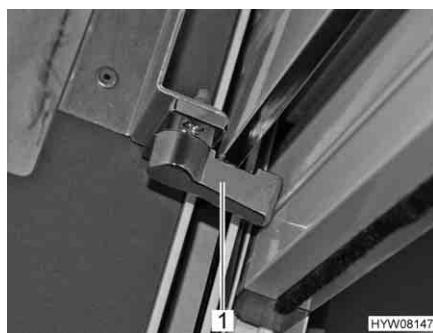

Fig. 49 Chiusura di sicurezza oscurante a rullo
Chiusura: ■ Sui entrambi i lati, ruotare spingendo in avanti la chiusura di sicurezza (Fig. 49,1).
- Sui entrambi i lati, ruotare spingendo indietro (Fig. 49) la chiusura di sicurezza (Fig. 49,1).